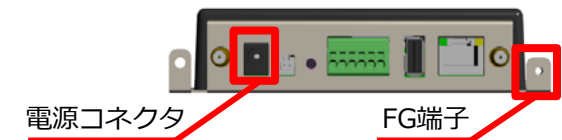

図7 ELセンサ背面図B
- (1) 準備した圧着端子と接地用ケーブルを用いて、ELセンサのFG端子にアース線を取り付ける。(図7)
- (1) ELセンサ用の電源アダプタを、ELセンサの電源コネクタに取り付ける。(図7)